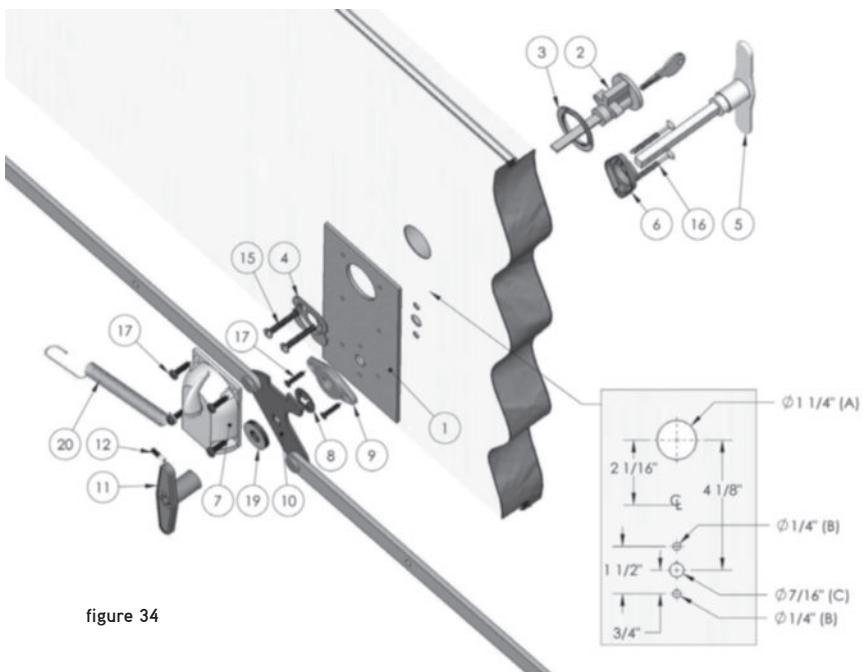

figure 34
- Mesurez la distance des 4 trous à percer sur le panneau, à l'aide des cotes et du dessin (fig. 34), afin de bien centrer la poignée et la serrure et marquez à l'aide d'un poinçon les quatre trous à percer A (serrure), B (les 2 vis) et C (poignée).
- Glissez le barillet (2) dans la pièce (3) et insérez dans le trou A (Les dents de la clé doivent pointer vers le haut et le trou de la clé doit être dans le bas du barillet (2));
- Appuyez la plaque d'acier (1) sur le côté intérieur du panneau ;
- Par le côté intérieur, insérez la pièce (4) dans le trou (A) en positionnant la partie ronde vers le bas ;
- Insérez les vis no 10 de 1 1/4" de longueur (15) dans la pièce (4), alignez-les dans les trous du barillet (2) et vissez (assurez-vous que la plaque est bien alignée);
- Insérez le verrou intérieur (7) dans la tige du barillet (2) et vissez-le dans la plaque d'acier (1) avec quatre vis de 3/8" de longueur (17) en utilisant un tournevis à tête carrée;
- Insérez la vis inférieure gauche dans l'extrémité ronde du ressort (20) avant de la visser ;
- Par le côté intérieur vis-à-vis le trou (C), vissez la plaque (9) dans la plaque d'accier (1) avec deux vis de 1/4 de longueur (17) en utilisant un tournevis à tête carrée;
- Glissez la poignée extérieure (5) dans la pièce (6) et insérez dans le trou (C);